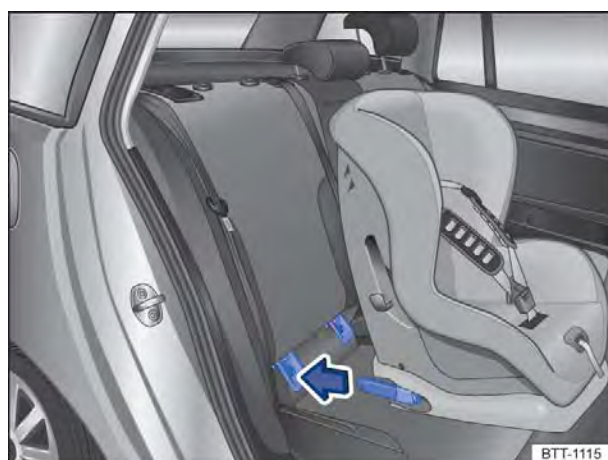

Fig. 78 Representação esquemática: instalar a cadeira de criança ISOFIX com os braços de apoio.
- Inserir os braços de apoio da cadeira de criança nas ancoragens ISOFIX ⇒ Fig. 78, no sentido da seta. A cadeira de criança deve engatar de modo seguro e audível.